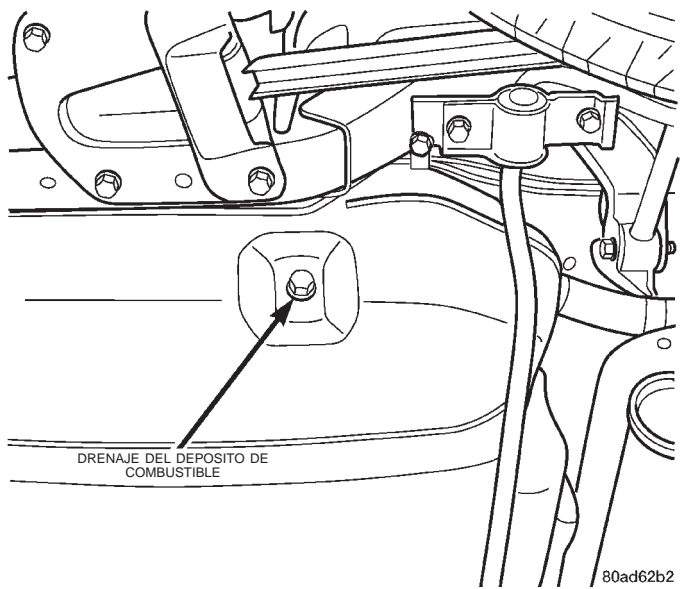

Fig. 20 Drenaje del depósito de combustible
- (4) Drene el depósito de combustible. Consulte Drenaje del depósito de combustible en la sección Distribución de combustible (Fig. 20).